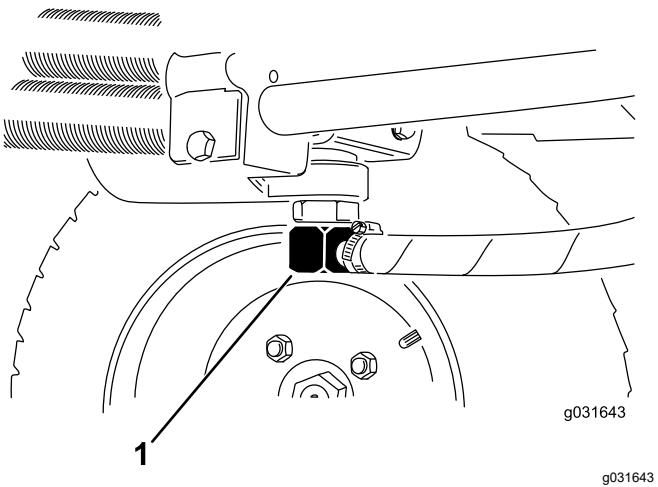
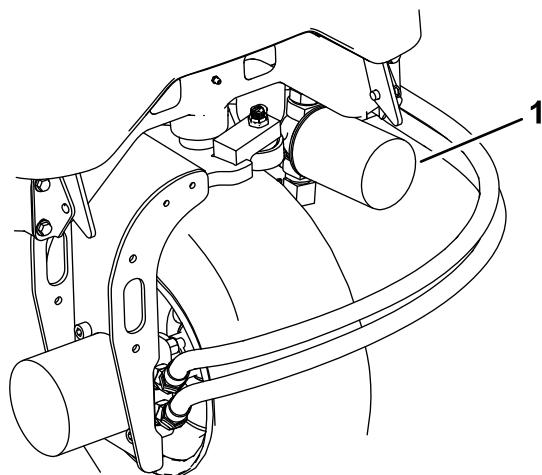

Figure 65
Figure 67
- Débranchez la conduite hydraulique ou enlevez le filtre hydraulique et laissez couler l'huile dans un bac de vidange (Figure 67 et Figure 65).
3. Rebranchez la conduite hydraulique quand la vidange est terminée (Figure 65).
3. Nettoyez la surface autour de la zone de montage du filtre et déposez le filtre (Figure 67).